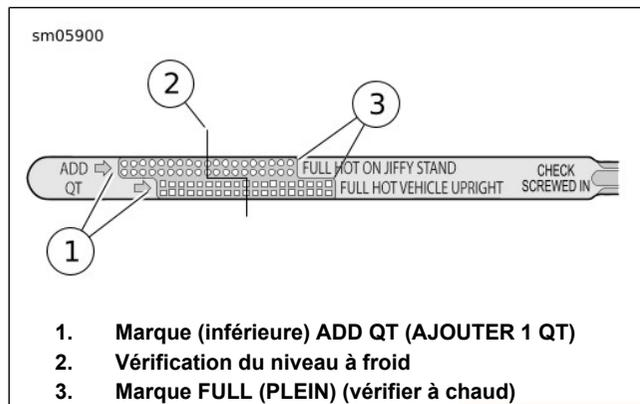

Figure 48. Jauge de niveau d'huile moteur
3. Voir Figure 48. Retirer la jauge et vérifier le niveau d'huile. Le niveau d'huile correct doit se trouver au point médian (2) entre les repères ajout (ADD) et plein (FULL) sur la jauge.
4. Voir Figure 48. Retirer la jauge et noter le niveau d'huile. Le niveau devrait se trouver entre les repères ajout (ADD) (1) et plein (FULL) (3). Ajouter suffisamment d'huile pour que le niveau atteigne le repère de niveau plein (FULL). Ne pas trop remplir le réservoir.